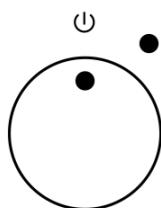
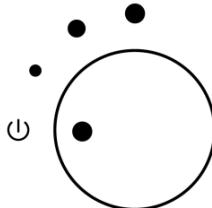

Рисунок 5\*
Рисунок 6
WHEL-3 (рисунок 5)
WHEL-6/WHEL-7 (рисунок 6) - три режима мощности (низкая, средняя, высокая)
- Включение нагрева воды и выбор режима мощности нагрева (кроме WHEL-3) производится с помощью переключателя (рисунок 5; рисунок 6).